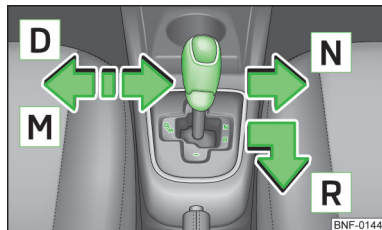

Fig. 81
Con la palanca de mando se pueden poner los siguientes modos » fig. 81.
- Presione hacia la izquierda la palanca en posición de suspensión en el sentido de la flecha » fig. 81 de la página 82 y aplique la posición **D**.